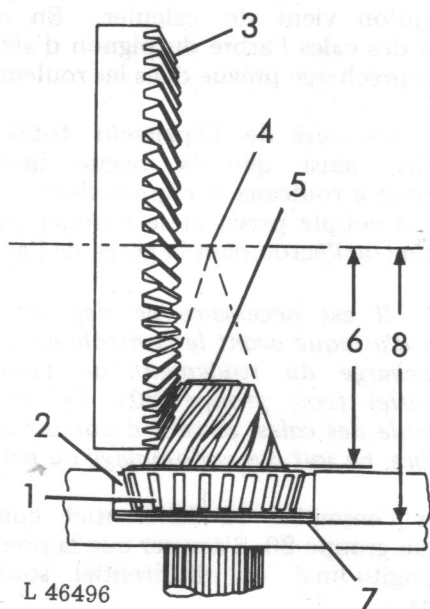

Fig. 13 — Réglage du sommet du cône de la couronne et du pignon conique
- la hauteur du roulement à rouleaux coniques (bague intérieure 1 et la bague extérieure 2, fig. 13). Voir les caractéristiques de réparation.
- Le chiffre gravé sur la face avant du pignon (cote de base). Cette cote correspond à la distance réelle de la base du pignon (face arrière) jusqu'au sommet du cône en millimètres (voir 6, fig. 13 et caractéristiques de réparation)
roulement à rouleaux coniques, pour le réglage du sommet du cône (voir fig. 13 et les caractéristiques de réparation).